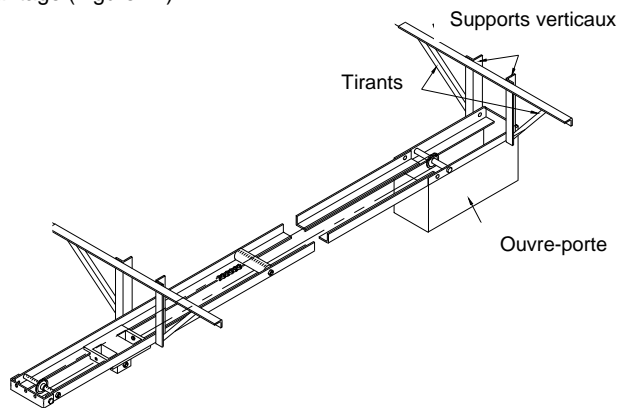

Figure 11 Emplacement et installation des écharpes et des supports en cintre
10. On peut alors fixer les supports de suspension du plafond à l'ouvre-porte. (Figure 11). Il y a deux trous ou plus dans le châssis de l'ouvre-porte prévus à cette fin. Veiller à ce que l'ouvre-porte reste centré au-dessus de la porte pendant la pose des supports de suspension. Après avoir fixé les descentes verticales, installer les entretoises latérales.
11. À environ 1,5 m (5 pi) de l'extrémité avant des rails, placer l'ensemble de trous de 3/8 po pour les entretoises en métal pour fixer les rails. On devrait installer à ce moment-ci deux descentes verticales pour renforcer davantage (Figure 11)